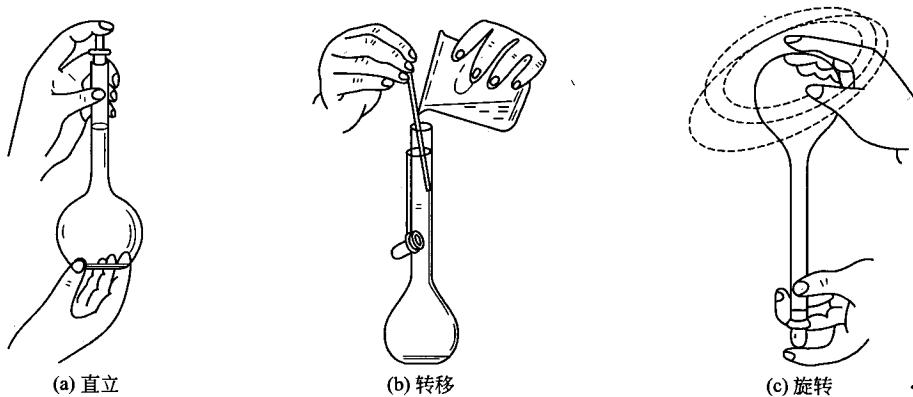

图 1-4 容量瓶的使用
使用时,为了避免沾污或搞错,可用橡皮筋或细绳将玻璃磨口塞系在瓶颈上,如图 1-4 (b) (见下节) 所示;平顶的塑料塞子可直接倒置在桌面上放置。
- ① 按所需求的体积选择容量瓶的容积。
- ② 若配制见光易分解物质的溶液，应选择棕色容量瓶。
- ① 加水至标线附近，盖好瓶塞后用滤纸擦干瓶口。
- ② 用左手食指按住塞子，其余手指拿住瓶颈标线以上部分，右手指尖托住瓶底边缘，如图 1-4 (a) 所示，将瓶倒立 2min 以后正置。
(1) 配制准确浓度的溶液
- ① 溶解。准确称量 1.5~2.0g (精确至 0.0002g) 固体 Na₂CO₃ 置于小烧杯中，用约 50mL 蒸馏水将上述 Na₂CO₃ 溶解。
- ② 转移。右手拿玻璃棒伸入容量瓶内 1~2cm，使其下端靠着容量瓶瓶颈内壁，上端不碰瓶口；左手拿烧杯，让烧杯嘴紧贴玻璃棒，慢慢倾斜烧杯，使溶液沿玻璃棒向容量瓶内流入，如图 1-4 (b) 所示。溶液流完后，将烧杯沿玻璃棒轻轻提起，同时将烧杯直立，使附在玻璃棒及烧杯嘴之间的液滴流回烧杯，并将玻璃棒放回烧杯。注意：不要使溶液流到烧杯或容量瓶的外壁而引起误差，玻璃棒的上端不能靠在烧杯嘴。用蒸馏水将玻璃棒和烧杯内壁
③ 定容。加蒸馏水至容量瓶容积的 3/4 左右时，用左手食指和中指夹住容量瓶瓶塞的扁头，右手指尖托住瓶底将容量瓶拿起，水平方向旋摇几周，使溶液初步混匀。继续加蒸馏水至容量瓶标线以下 1cm 处，放置 1~2min 使附在瓶颈的溶液流下，然后用滴管（或洗瓶）逐滴加蒸馏水至弯液面与容量瓶标线相切。若溶液为无色或浅色溶液，均应使弯液面的最低点与刻度线上边缘的水平面相切，视线应与刻度线上边缘在同一水平面上。若溶液为深色溶液，则应使弯液面两侧最高点与刻度线上边缘的水平面相切，视线应与刻度线上边缘在同一水平面上。
④ 摆匀。盖紧瓶塞，用左手食指按住瓶塞，其余四指拿住瓶颈标线以上部分。右手指尖托住瓶底边缘，将容量瓶倒转，如图 1-4 (c) 所示，使气泡上升到顶部。同时将容量瓶振荡数次，然后将容量瓶直立，让溶液完全流下。重复摇匀操作 10 次以上（注意要数次提起瓶塞），将溶液混合均匀。
⑤ 将容量瓶放正，打开瓶塞，将溶液转入试剂瓶。用毕后洗净，在瓶口和瓶塞间夹一纸片，放在指定位置。
(2) 定量稀释溶液 用移液管移取一定体积的浓溶液于容量瓶中，加蒸馏水至 3/4 左右容积时初步混匀，再加蒸馏水至标线处，按前述方法混匀溶液。